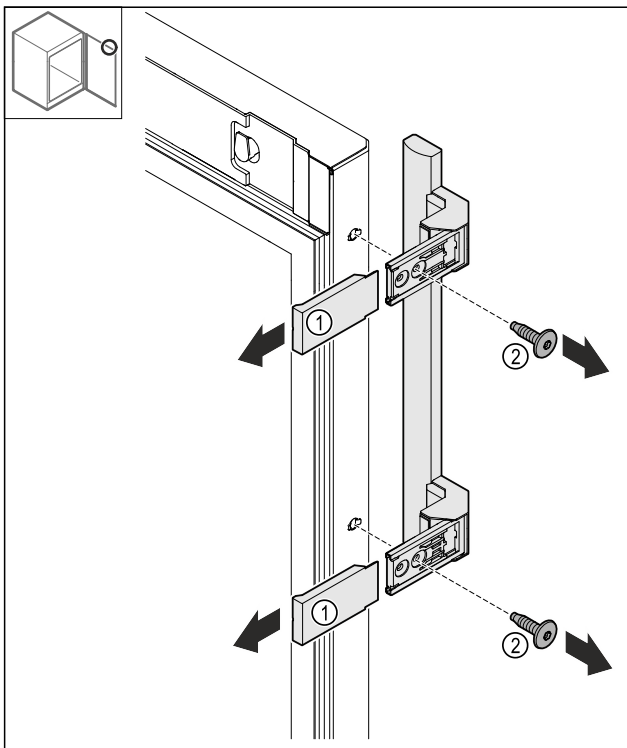

Fig. 24
- ▶ Зніміть накладки Fig. 24 (1).
- ▶ Викрутіть гвинти Fig. 24 (2).